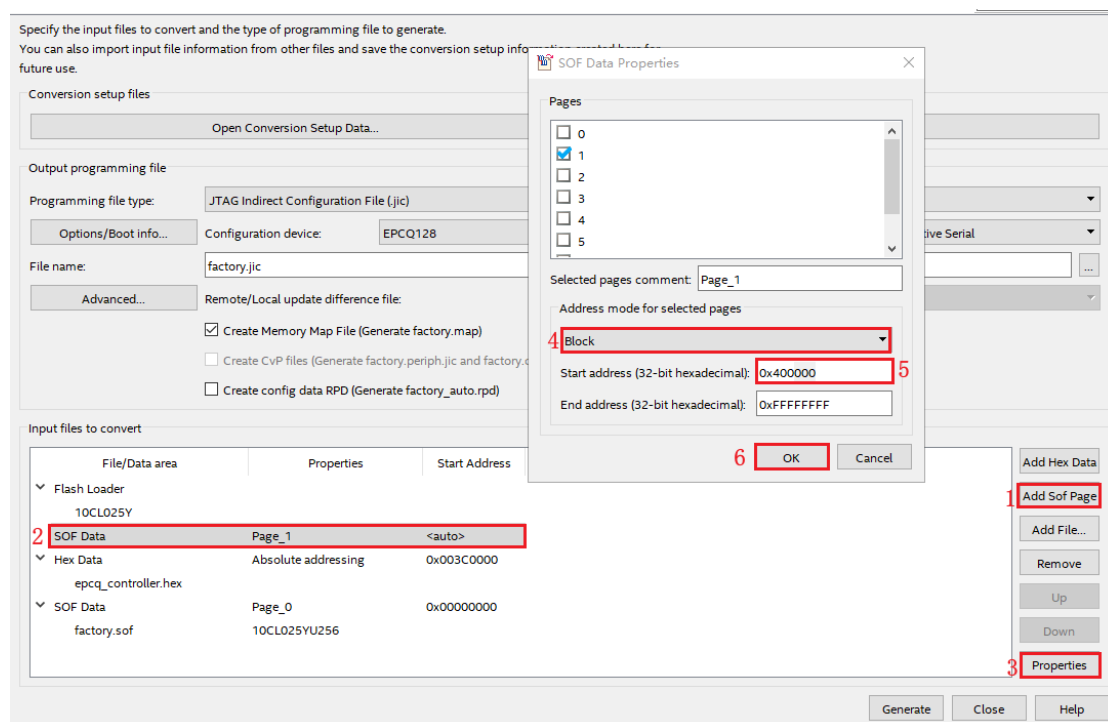

图 1-9 设置 APP 工程的起始地址
(5) 根据实际需求，添加出厂存放的 APP 工程文件，点击 Add Sof Page，然后点击 Properties->Block->Start address 设置为 0x400000，如下图 1-9 所示。